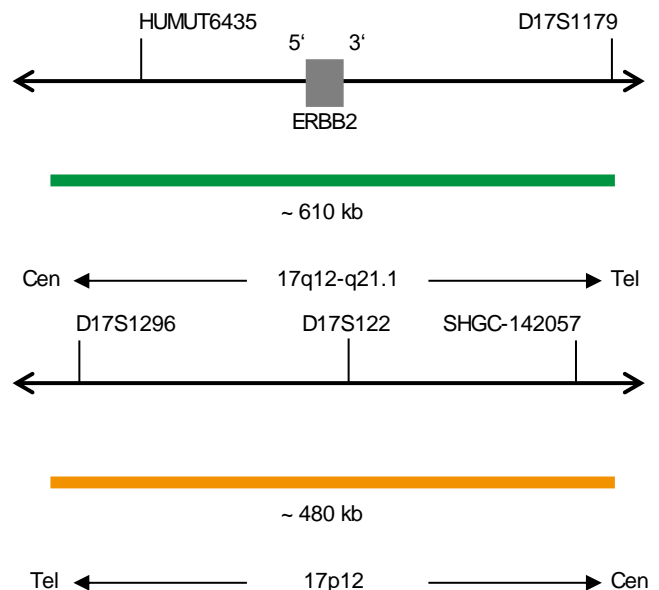

Abb. 1: Oben: SPEC ERBB2 Sondenlokalisation; Unten: SPEC D17S122 Sondenlokalisation (nicht maßstabsgetreu)
- ZyGreen (Anregung 503 nm/Emission 528 nm) markierten Polynukleotiden (~10 ng/ μ l), die gegen Sequenzen in 17q12-q21.1* (chr17:37,572,531-38,181,308) gerichtet sind, welche die ERBB2-Genregion enthalten (siehe Abb. 1).
- ZyOrange (Anregung 547 nm/Emission 572 nm) markierten Polynukleotiden (~4,5 ng/ μ l), die gegen Sequenzen in 17p12* (chr17:14,954,785-15,434,017) gerichtet sind, welche den D17S122-Locus enthalten (siehe Abb. 1).